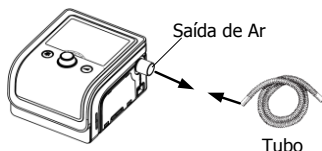
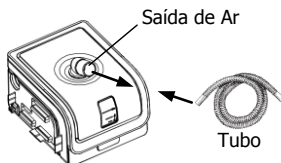

Fig. 11-4
Fig. 11-5
(1) Ligue uma ponta do tubo à saída de ar do dispositivo principal, como mostrado na Fig. 11-4. Se o dispositivo principal for utilizado com um umidificador, ligue uma ponta do tubo à saída de ar do umidificador, como mostrado na Fig. 11-5.